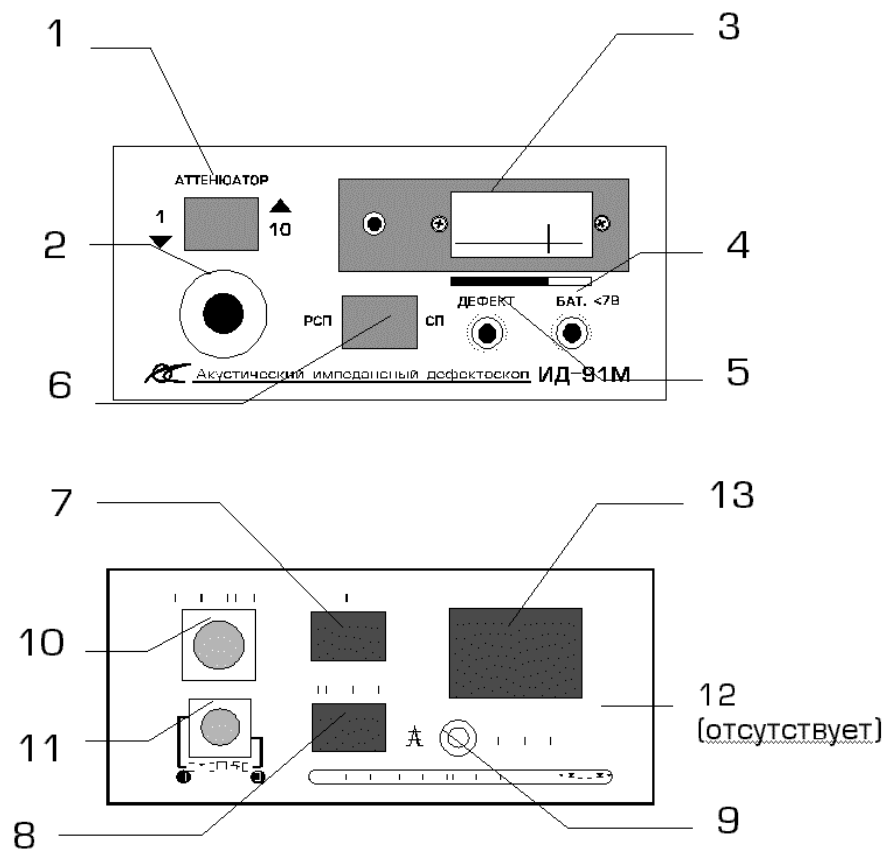

Рис.2
4.3. Расположение органов управления, регулировки и индикации дефектоскопа указаны на рис.2.
6.1.1. Установить в блок электронный батареи "Корунд" (допускается применение иных источников тока, например, батареи типа "Varta", "GP"). Для чего необходимо выдвинуть (рис.2, поз.13) крышку аккумуляторного отсека, установить в отсеке батарею, закрыть крышку.
6.1.2. Подключить к электронному блоку дефектоскопа (рис.2, поз.10, Sensor) преобразователь (тип преобразователя выбирается в зависимости от типа контролируемого изделия в соответствии с разделом 8).
6.2.1. Подсоединить к блоку электронному ИПС через разъем на задней панели дефектоскопа (рис.2, поз. 11). ИПС подключить к сети 220 В, 50 Гц.
6.3. Если при работе от батареи "заморагает" светодиод сигнализации разряда (рис.2, поз.4 ,БАТ.) необходимо заменить батарею или перейти к работе от ИПС .
8.2.2. Положение переключателя АТТЕНЮАТОР (рис.2, поз.1) выбирать таким образом, чтобы получить минимальный разброс показаний в допороговой зоне стрелочного индикатора, при этом, ручка потенциометра АТТЕНЮАТОР (рис.2, поз.2) не должна находиться в крайнем правом положении.
8.3.4. Для контроля изделий с глубиной залегания дефектов до 1 мм, подключить нижний порог переводом переключателя **нижн. порог** - (рис.2, поз.8) в положение 1.
8.3.5. Значение нижнего порога регулируется в диапазоне 0-50мкА регулировочным винтом **рег.н.п.** (рис.2, поз.9) на задней панели дефектоскопа.
8.4.1. Перевести переключатель **РСП-СП** (рис.2, поз.6) в положение SP